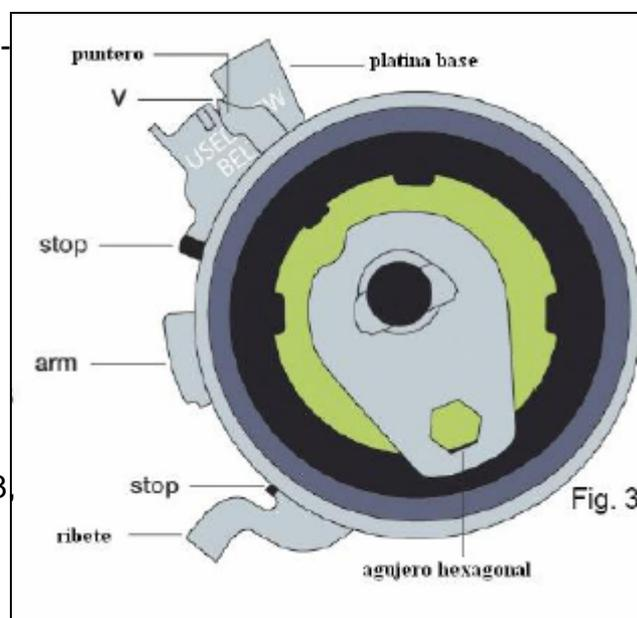

Fig. 3
14.- Ajustar el tensor (mientras se aguanta el tornillo del tensor en mismo sitio), hasta que el puntero esté en línea con V (posición "New"); El agujero hexagonal tiene que estar en la posición de +/- las 5 en punto. (fig. 3)